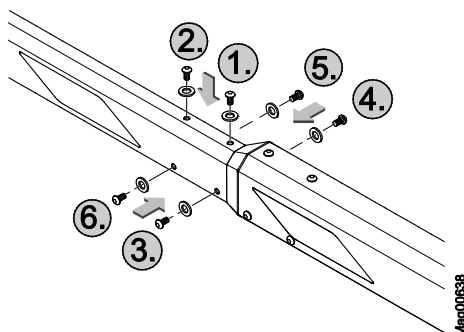

Bild 27: Montera det lilla bomröret n
3. Dra fast skruvarna enligt angiven ordningsföljd (se Bild 27).